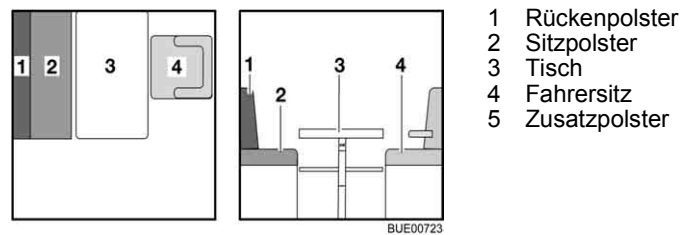

Bild 121 Vor dem Umbau
- Den Fahrersitz (Bild 121,4) drehen und ganz nach vorn schieben.
- Den Tisch (Bild 121,3) zum Bettunterbau umbauen (siehe Abschnitt 6.11).
- Das Rückenpolster (Bild 121,1) beiseite legen.